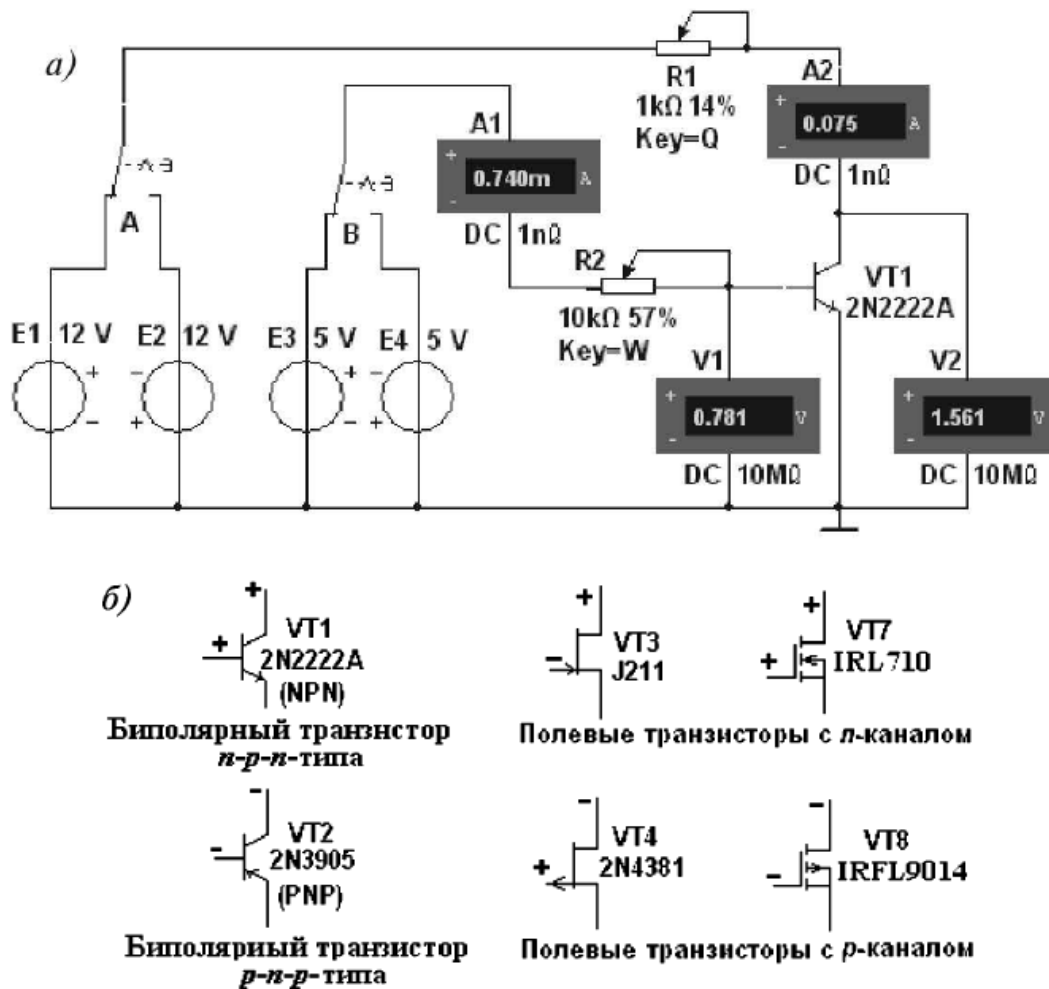

Рис. 3
Задание 1. Запустить среду **EWB**. На рабочем поле среды **EWB** собрать схему для снятия ВАХ биполярных транзисторов с общим эмиттером (ОЭ) (рис. 3а).
- источники **E1** и **E2** постоянного напряжения, к одному из которых с помощью переключателя **A** подключается коллектор биполярного транзистора. Выбор источника питания зависит от знака полярности коллектора (стока) соответствующего транзистора (см. рис. 3б);